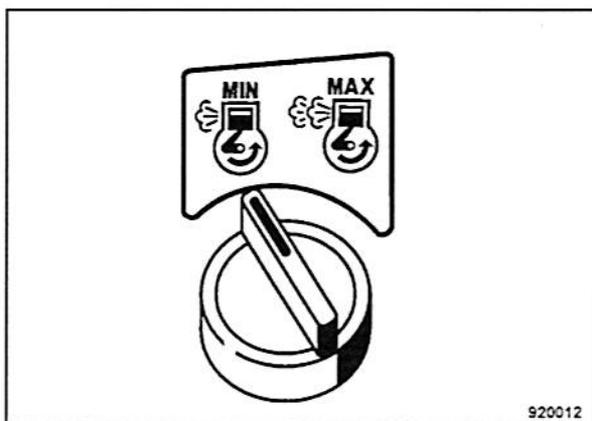

Fig. 73
- Colocar el conmutador del rpm del motor hacia la izquierda en posición "MIN" (marcha en vacío (Fig. 73).